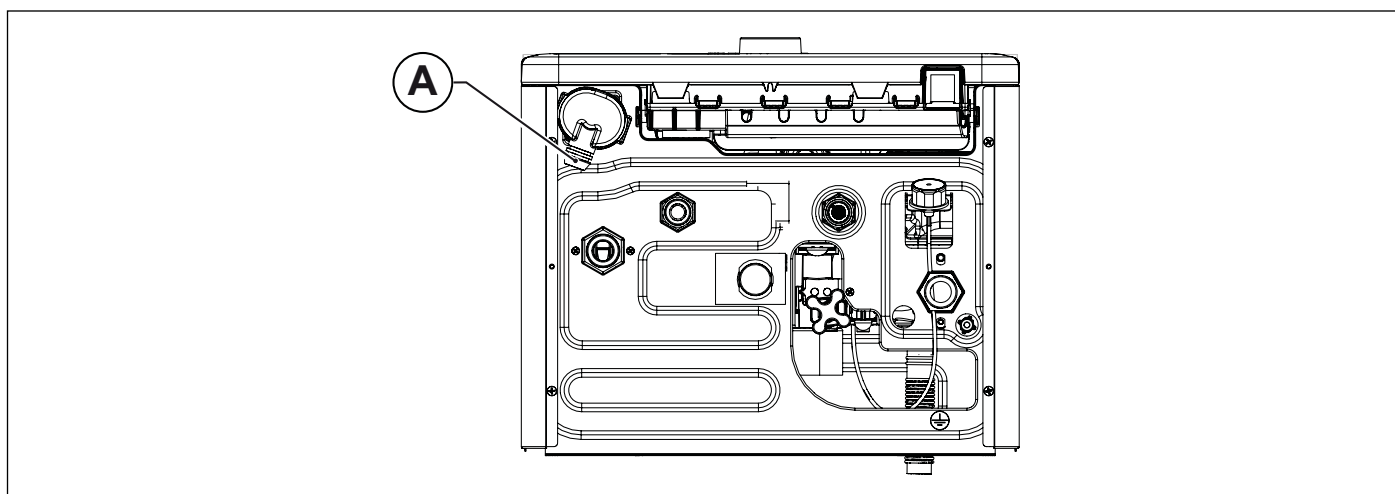

Abb. 22 Abgas-Kondensatableitung
Das Kondenswasserablasssystem muss an den entsprechenden Anschluss (A) angeschlossen werden, der im Kessel vorgesehen ist (siehe Abb. 22 Abgas-Kondensatableitung).